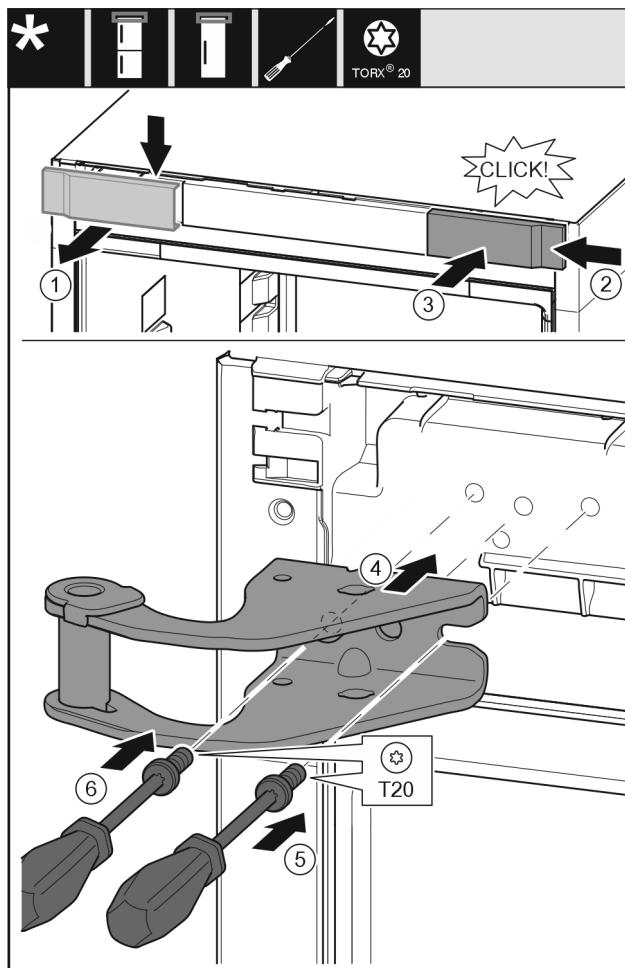

Fig. 12
- ▶ Nuimkite dengiamają plokštelię iš viršaus į priekį. Fig. 12 (1)
- ▶ Dengiamają plokštelię, pasukę 180°, užkabinkite kitoje pusėje iš dešinės. Fig. 12 (2)
- ▶ Užfiksuojite dengiamają plokštelię. Fig. 12 (3)
- ▶ Uždékite viršutinę atraminę gembę. Fig. 12 (4)
- ▶ Įkiškite varžtą atsuktuvu T20 ir tvirtai prisukite. Fig. 12 (5)
- ▶ Istatykite varžtą atsuktuvu T20 ir tvirtai prisukite. Fig. 12 (6)